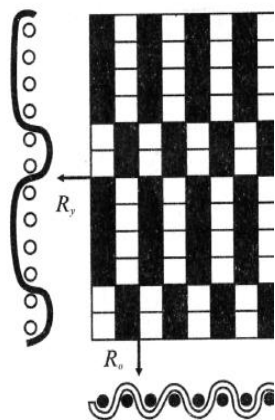
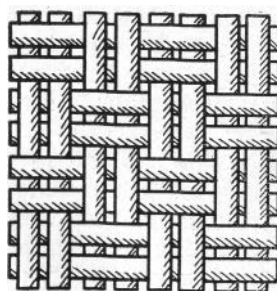

Рис. 24. Репс основной
Рис. 26. Рогожка
- от полотняного переплетения: репсовое (рис. 24, 25), рогожка (рис. 26);